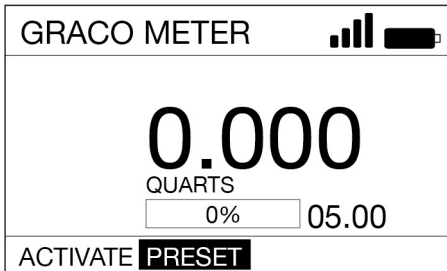

FIG. 32
3. Utiliser la FLÈCHE DROITE pour mettre en surbrillance PRÉRÉGLÉ (H) sur l'écran. Appuyer sur la touche ENTRÉE pour sélectionner PRÉRÉGLÉ (Fig. 32).
5. ACTIVER (D) est en surbrillance sur l'écran. Appuyer sur la touche ENTRÉE pour sélectionner ACTIVER.
6. Tirer sur la gâchette pour distribuer le fluide. (L'affichage (E) indique la quantité distribuée.)